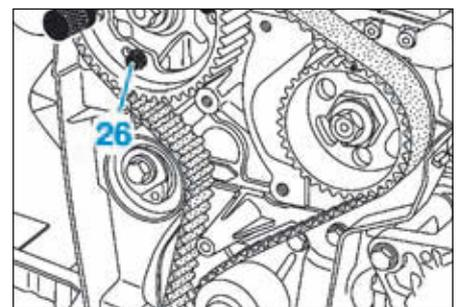
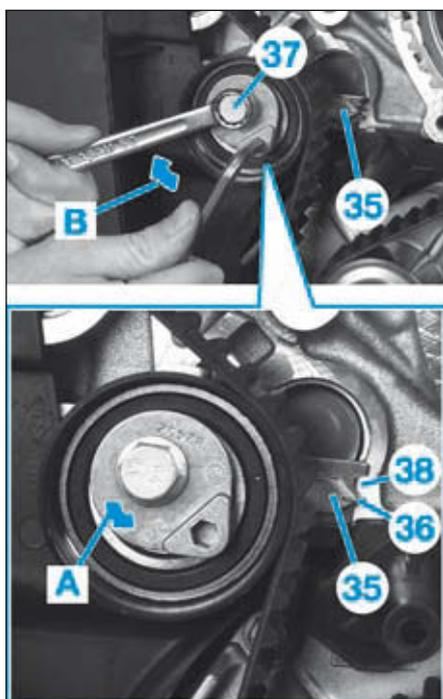

FIG.19
FIG.21
• Déposer la vis (26) de la roue dentée d'arbre à cames (Fig.19).
• Desserrer d'un tour les vis (27) de la roue dentée d'arbre à cames sur le moyeu.
- Amener l'index mobile (35) du galet tendeur de la courroie de distribution en face de l'ergot (36) à l'aide d'une clé six pans de 6 mm en tournant dans le sens antihoraire (Fig.21).
- Reposer la vis inférieure (26) du moyeu de la poulie d'arbre à cames (Fig.19).
- Desserrer d'un tour maximum les vis (26) et (27) de la couronne de roue dentée d'arbre à cames (Fig.19).
- Dévisser les vis (26) et (27) de la couronne de roue dentée d'arbre à cames (Fig.19).
- Desserrer d'un tour maximum la vis (37) du galet tendeur tout en le maintenant à l'aide d'une clé 6 pans de 6 mm (Fig.21).
- Aligner progressivement l'index mobile (35) en face du repère de calage (38) en tournant la clé dans le sens antihoraire (A).
- Serrer la vis (37) du galet tendeur et les vis (26) et (27) de la couronne de roue dentée d'arbre à cames au couple (Fig.19).
- Desserrer d'un tour maximum la vis (37) du galet tendeur tout en le maintenant à l'aide d'une clé six pans de 6 mm (Fig.21).
- Aligner progressivement l'index mobile (35) en face du repère de calage (38) en tournant la clé dans le sens horaire (B).